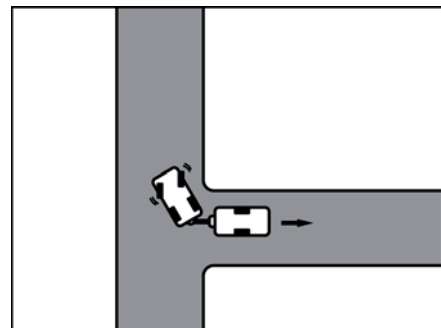

Fig. 13 Braquer à droite
- Braquer à droite et avancer prudemment en marche arrière (Fig. 13).